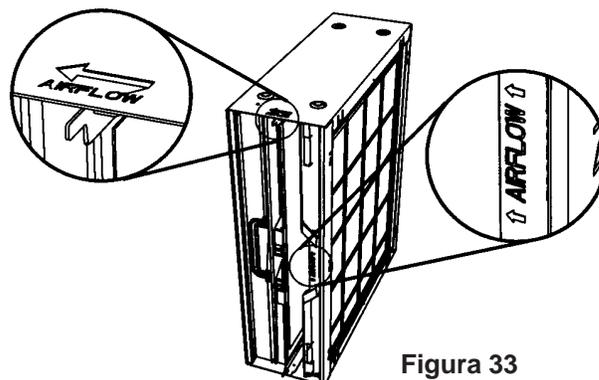

Figura 33
1. Vuelva a colocar el PRE-FILTRO dentro del purificador de aire. Asegure que la "flecha indicadora de Flujo del Aire" del Pre-Filtro esté apuntando en la misma dirección que la "flecha indicadora de Flujo del Aire" del gabinete del purificador de aire como se muestra en la **Figura 33**.